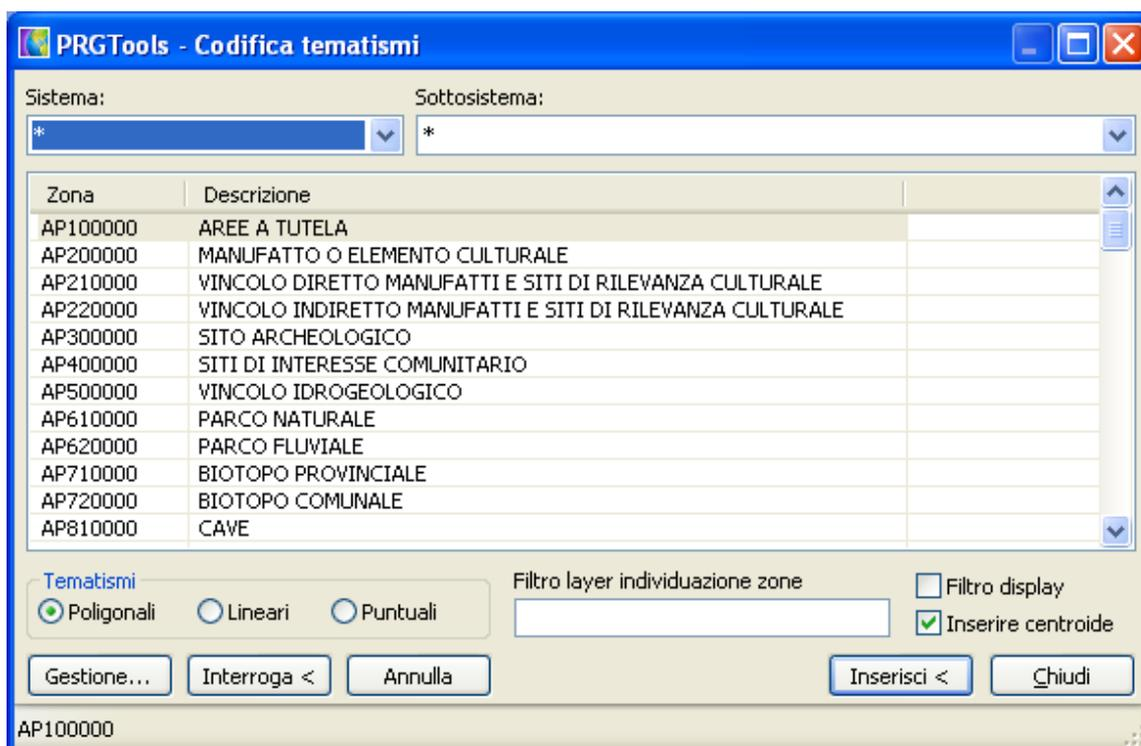

Figura 11 – Filtro display
- Verificare che il poligono sia tutto a video ed abilitare il filtro display (vedi figura 11): tale filtro selezionerà solo gli oggetti che sono compresi nell'editor grafico di AutoCAD. L'opzione di selezione utilizzata è *Interseca*.